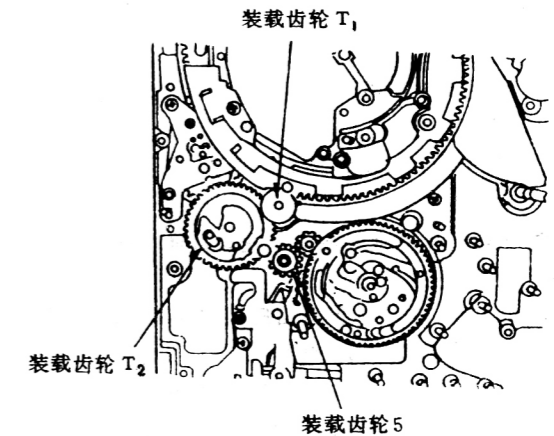
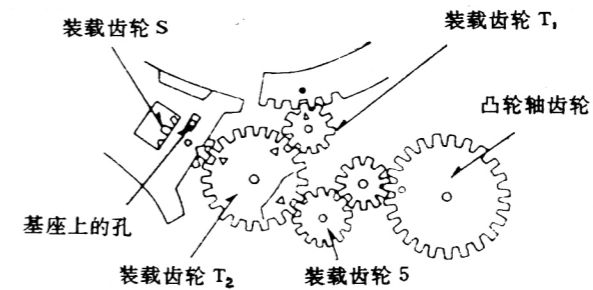

图 1-3-28
图 1-3-29
4. 按图 1-3-28 和图 1-3-29 所示安装 T₂ 装载齿轮,使 T₂ 装载齿轮上的标记与 S 装载齿轮上的标记在同一条线上。